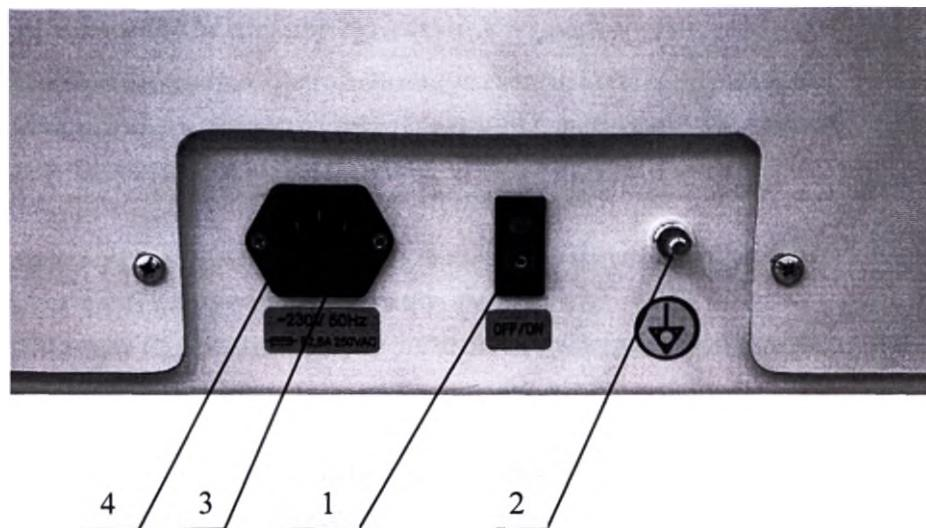

Рисунок 2. Панель питания.
9.3 Подключите кресло к контуру выравнивания потенциалов с помощью штекера 2 (Рисунок 2).
9.7 После окончания работы отключите кресло от сети питания, выключив на панели питания выключатель 1 (Рисунок 2).